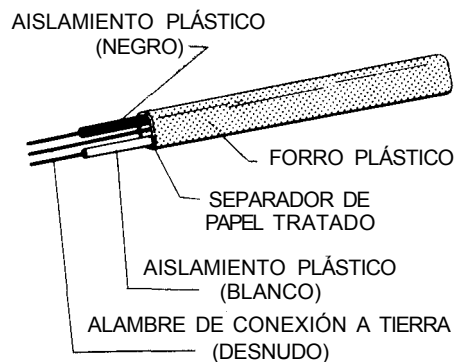

Fig. 31-8. Estructura de un cable de forro no metálico de dos conductores con un alambre de conexión a tierra.
**Cable de forro no metálico.** Por lo general cuenta con dos o tres alambres aislados y puede o no contener un alambre para conexión a tierra (Fig. 31-8). Este tipo de cable se emplea para todas las clases de trabajos de conexión en interiores; nunca se pasa dentro de cemento o yeso. El cable de forro no metálico cuenta con una cubierta completa resistente a la humedad. Ésta permite que se emplee tanto para trabajo expuesto y oculto en lugares secos, húmedos y mojados, como en paredes exteriores o interiores de ladrillo, madera o loseta.